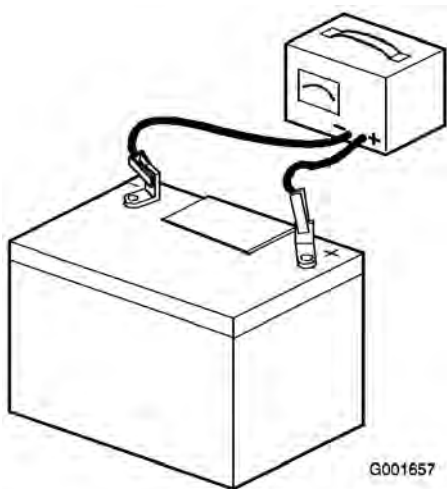

Figura 39
2. Cuando la batería esté completamente cargada, desconecte el cargador de la toma de electricidad, luego desconecte los cables del cargador de los bornes de la batería (Figura 39).